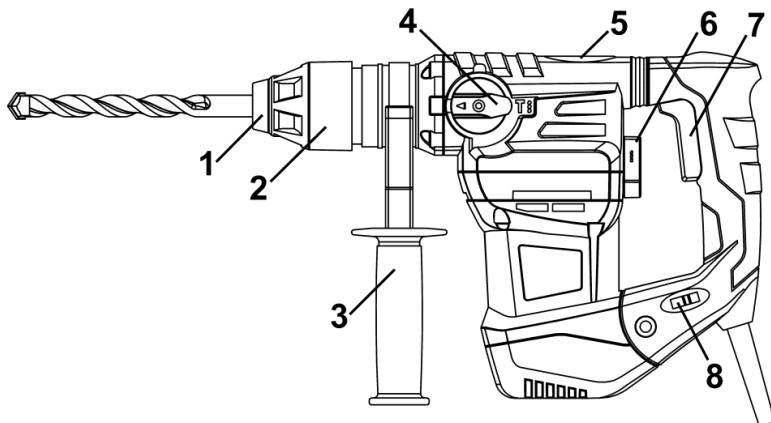

Рисунок 1
5.1 Виберіть необхідний режим роботи виробу за допомогою перемикачів (4) та (6) (дивіться рисунок 1).
5.2 Для включення виробу натисніть на курок вимикача (7) (рисунок 1). Для відключення виробу слід курок відпустити.